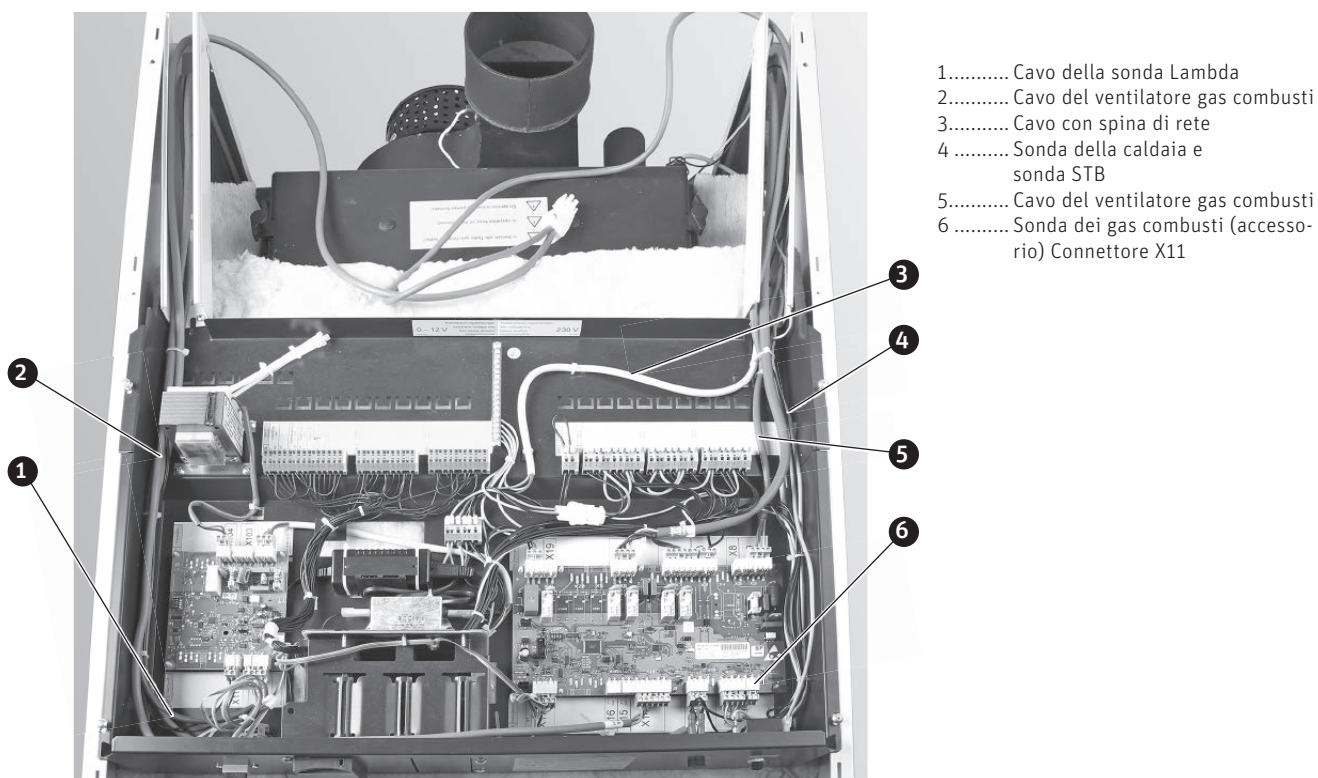

Fig. 72 Quadro di comando, posa dei cavi
- ▶ Fissare i guidacavi a sinistra e a destra (passaggio sul retro) alla parte anteriore del quadro di comando con 1 vite autofilettante su ciascun lato, facendoli sporgere un po' dietro dal rivestimento. Per la posa dei cavi vedere Fig. 72 o punto "Per l'elettricista" alla pagina 62.
- ▶ Passare cavo di rete e cavi della sonda nel guidacavi destro verso il retro – Fig. 72. Innestare la sonda dei gas combustibili (accessorio) nel connettore X11 del quadro di comando e passare anch'essa nel guidacavi destro verso il retro. Passare tutti i cavi della sonda nel guidacavi verso il retro in corrispondenza del passaggio.
- ▶ Passare i due cavi del ventilatore gas combustibili nei guidacavi verso il retro – Fig. 72.